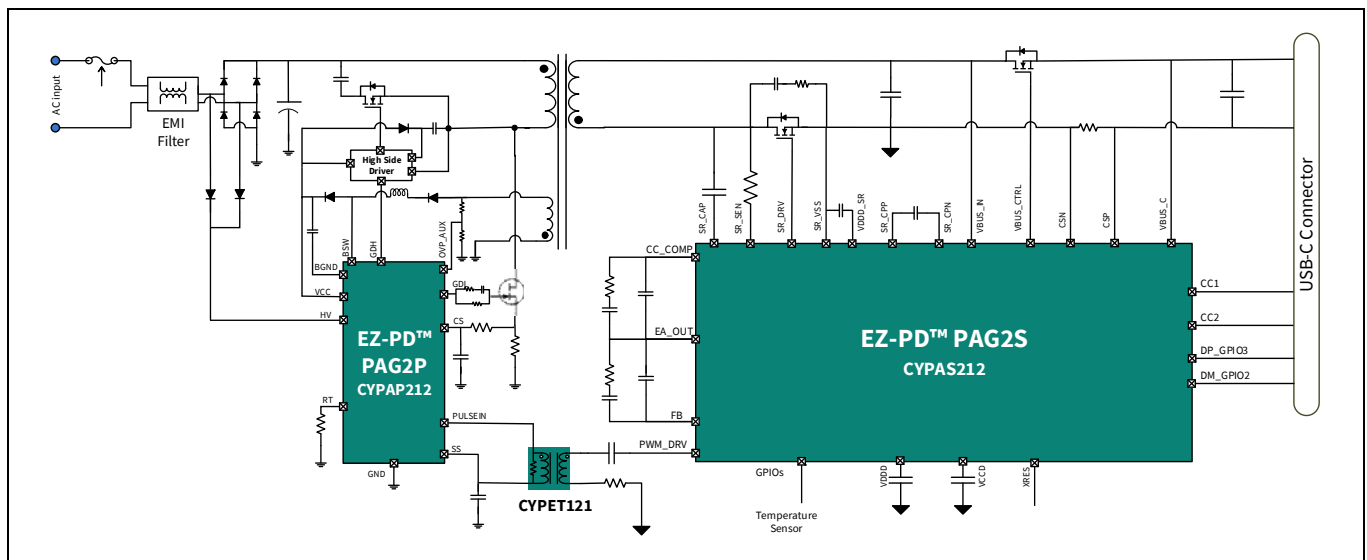

Figure 1 具有次级侧反激式控制的 USB PD 适配器
Figure 1 显示的是实现次级侧控制同步反激式系统的电源适配器应用图。在该系统中，EZ-PD™ PAG2S-AC 在电压控制模式下调制初级 MOSFET 的脉冲宽度。PAG2S-AC 使用内部误差放大器 (EA) 和可编程斜坡发生器来确定 PWM 的脉冲宽度。该 PWM 信号通过脉冲边沿变压器从次级侧传输到初级侧。ACF 信号也通过同样的脉冲变压器进行传输。在该拓扑结构中，PAG2S-AC 集成了三个关键功能：采用 ACF 的次级侧 PWM 控制、充电协议控制和故障保护。在以下示例中，EZ-PD™ PAG2P 用作初级控制器并与 PAG2S-AC 配合使用。
PAG2S-AC 集成了两个误差放大器模块, 可处理恒压和恒流操作模式的次级输出检测和调节。误差放大器输出被馈入到内部模拟 PWM 模块。误差放大器的负输入为反馈 (FB) 引脚, 正输入为内部参考电压。根据所需的 VBUS 输出, 可以使用内部源 / 灌电流 IDAC 更改 FB 引脚上的电压。FB 引脚和 EA_OUT 引脚之间需要一个外部补偿网络, 如应用图所示 (参见 Figure 1)。恒流操作使用内部 LSCSA, 其输出被馈入到一个独立的误差放大器, 如功能框图所示。需要在 CC_COMP_GPIOx 和 EA_OUT 之间放置一个外部补偿网络来实现恒流模式调节, 如 Figure 1 所示。